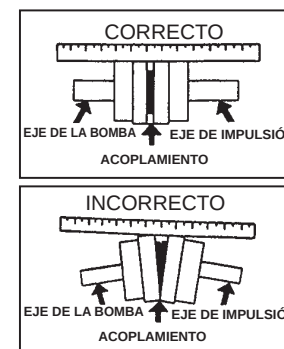

FIGURA 5
7. Para asegurar una alineación paralela (figura 5) coloque una regla a lo largo del costado de ambas mitades de acoplamiento en dos puntos diferentes, separados 90°. El acoplamiento estará alineado si la regla